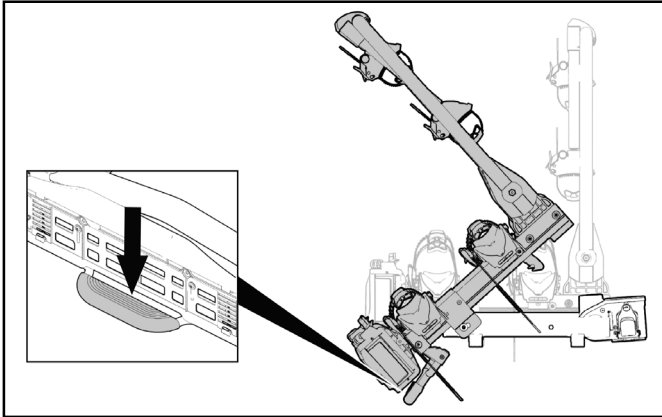

Bild 23 Abklappen des Fahrradträgers
- ▶ Halten Sie den Träger beim Herunterklappen am Fahrrad fest. Lösen Sie mit dem Fuß die Verriegelung und kippen Sie dann den Träger, mit der Hand geführt, nach unten (Bild 23).